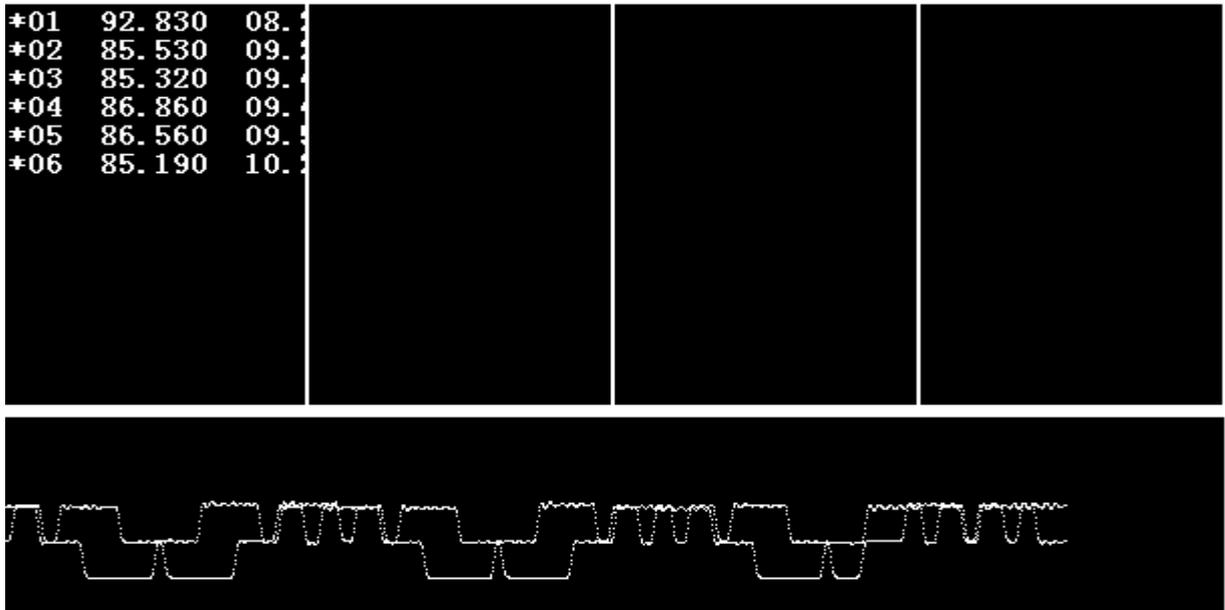

图 1 双台面重车的正常计量波形
2.1 计量重车的正常称重波形如图 1 所示。各波形分布相对均匀且无任何尖峰和突起，若计量波形突然出现较多突起和尖峰，同一列火车的多次计量数据误差高达 $\pm 1.5\text{t}$ 并且台面值发生以下变化：3.31t/4.12t、3.14t/4.12t、3.08t/4.11t、2.93t/4.13t、2.72t/4.12t（A 秤台值/B 秤台值），判断 A 秤台有故障。计量重车时观察 A 秤台与 B 秤台机械称重台面，发现 A 秤台西北角晃动特别大并且西北承重角的地脚螺栓松动、东南角称重传感器悬空。因此我们用机车压住 A 秤台后紧固所有地角螺栓并在东南角称重传感器下加 5mm 垫片，确保西北承重角的地脚螺栓不再松动且东南角称重传感器垂直受力。同一列火车重车多次计量后观察 A 秤台西北承重角震动正常并且计量数据误差在 $\pm 500\text{kg}$ 内，计量波形也未出现突起和尖峰。